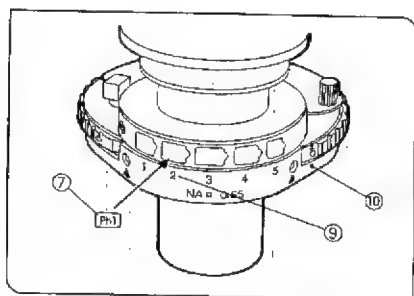

図 25
6) 光学素子に付属の指標⑦を光学素子を取付けた穴の番号⑧と同じ番号⑨の指標取付穴へ取付けます。(図25,26)
(図25)